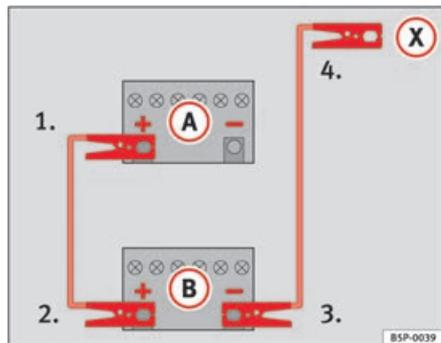

Abb. 205 Schema für das Anklemmen der Starthilfekabel
In der ⇒ Abb. 205 ist (A) die entladene Batterie und (B) die stromgebende Batterie.
- 1. Klemmen Sie ein Ende des roten Starthilfekabels an den Pluspol ⇒ Abb. 205 (+) des Fahrzeugs mit der entladene Batterie ⇒ ⚠.
- 4. Klemmen Sie das andere Ende des schwarzen Starthilfekabels (X) beim Fahrzeug mit der entladene Batterie an ein massives, fest mit dem Motorblock verschraubtes Metallteil oder an den Motorblock selbst an, jedoch nicht in der Nähe der Batterie ⇒ ⚠.